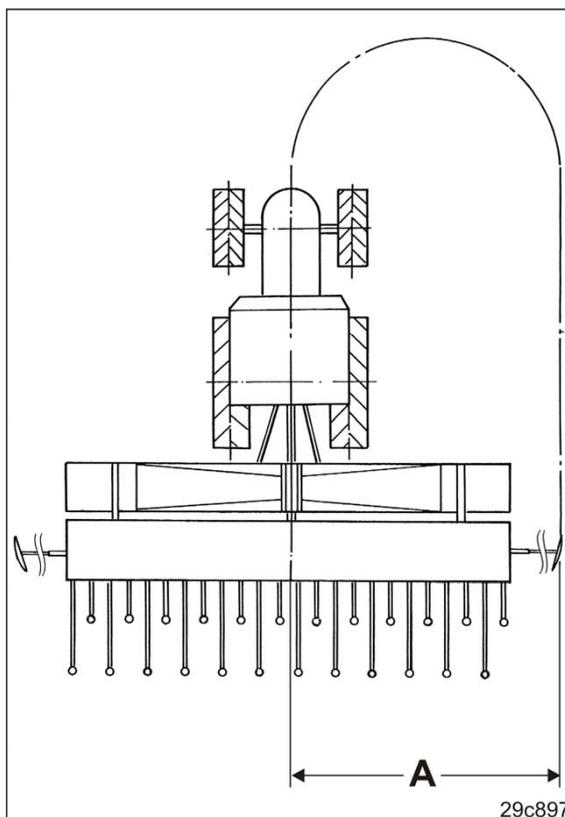

Fig. 153
5. Ajustar el disco trazador a la longitud "A" [véase la tabla (Fig. 153)].